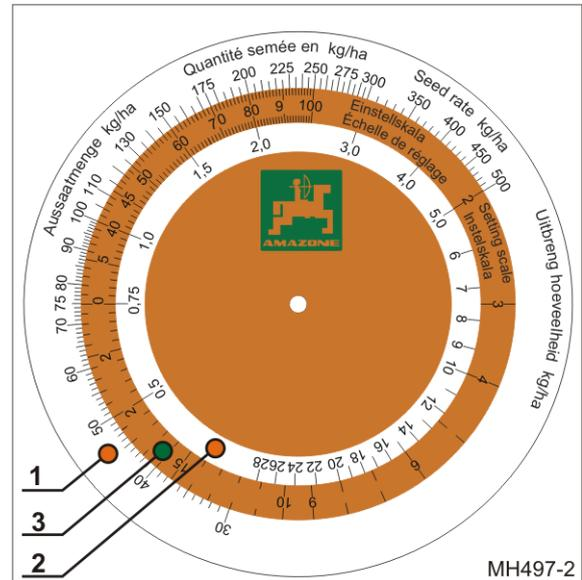

Fig. 53
- eine äußere weiße Skala (Fig. 53/1) für alle Aussaatmengen über 30 kg/ha
- eine innere weiße Skala (Fig. 53/2) für alle Aussaatmengen unter 30 kg/ha
- eine farbige Skala (Fig. 53/3) mit allen Getriebebestellungen von 1 bis 100.